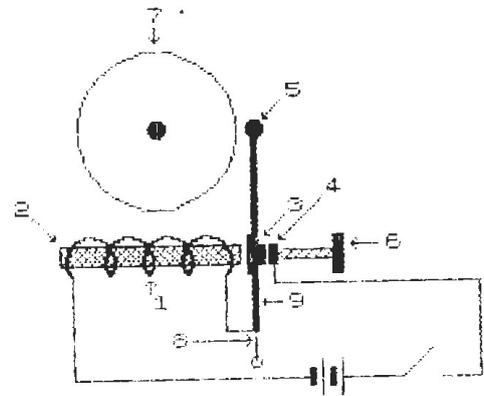

Figura 7/3
1.ª Fase: a bobina não recebe tensão, pois o interruptor está aberto: é a situação representada na figura 7/3.